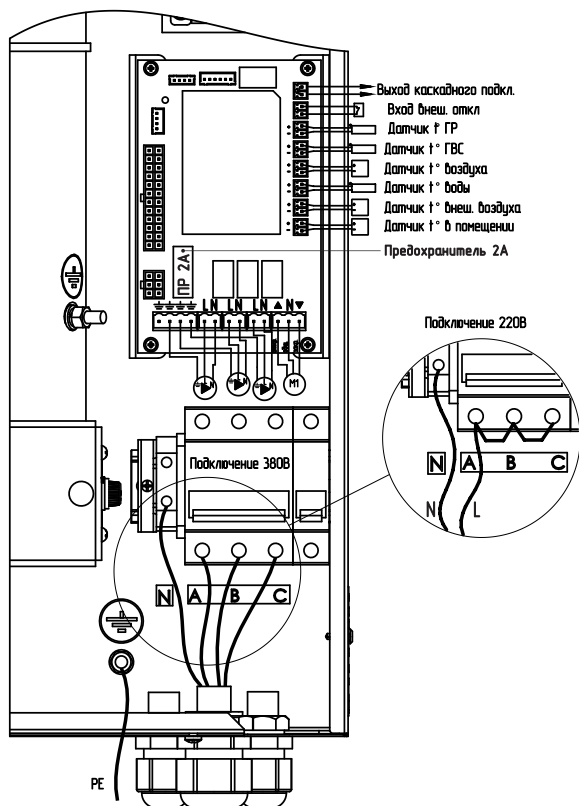

Рис. 3 Схема подключения электроводонагревателя
Схема присоединения электроводонагревателя к питающей сети, датчикам температуры, циркуляционному насосу и клапану приведена на Рис.3.
- Подключить электроводонагреватель к трехфазной сети переменного тока 380 В, 50 Гц, для этого присоединить рабочий нулевой провод на клемму нейтраль (N) электроводонагревателя, фазные провода на клеммы А, В, С вводного автомата. Защитный нулевой провод (РЕ) подключить на болт «ЗАЗЕМЛЕНИЕ» см. Рис.3;
- При питании электроводонагревателя от однофазной сети переменного тока 220 В, 50 Гц присоединить рабочий нулевой провод на клемму нейтраль (N) электроводонагревателя, а фазный на клеммы А, В, С вводного автомата, защитный нулевой провод (РЕ) должен подключаться к клемме «ЗАЗЕМЛЕНИЕ» см. Рис.3. Для соединения клемм А, В, С вводного автомата в комплекте имеется специальная перемычка (только для GTM Classic E200 от 4,5 до 9 кВт), которая устанавливается на вводных клеммах автомата (см. Рис.3);
- Присоединить датчики температуры воздуха помещения (tдатч1) и на улице (tдатч2) к колодкам на блоке управления, проводом с сечением не менее 0,5 кв.мм и длиной до 20 м как показано на Рис.3. Необходимо строго соблюдать полярность, обозначенную на схеме при подключении датчиков температуры. Маркировка проводов датчиков температуры воздуха: красный (+), синий (-).
- Присоединить провода (L,N,заземление) от насосов к соответствующим контактам на клеммной колодке котла как показано на Рис.3. Мощность, потребляемая каждым насосом не должна превышать 200 Вт.
- При необходимости присоединить провода (откр_общ_закр) от двигателя трехходового смешивающего клапана к соответствующим контактам на клеммной колодке котла как показано на Рис.3. Мощность двигателя привода не должна превышать 20 Вт при напряжении ~220 В.